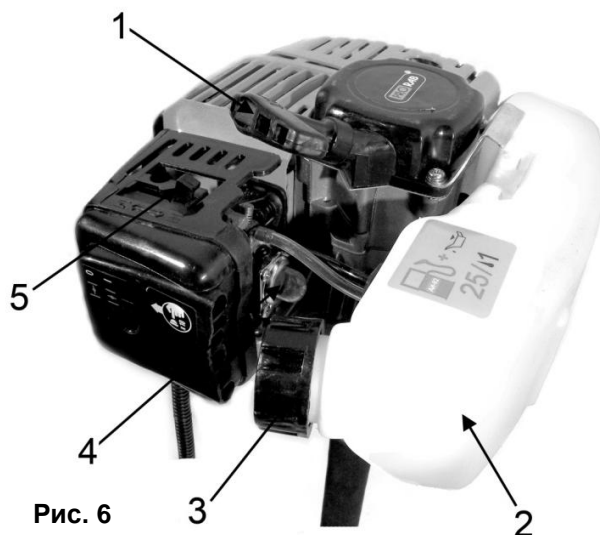

Рис. 6
- Открутите топливную крышку (3)(См. Рис.6). Аккуратно залейте в топливный бак заготовленную смесь
- Пять - семь раз нажмите на резиновый колпачок ручной подкачки топлива (4)(См. Рис.6). При этом сквозь резиновый колпачок ручной подкачки топлива должна просматриваться подкачиваемая топливная смесь. Если топливная смесь не заполнила резиновый колпачок, нажать на него еще несколько раз.
1. Возьмите пусковую рукоятку стартера (1)(См. Рис.6). Крепко удерживая ее в руках, плавно потяните шнур стартера, пока барабан стартера не войдет в зацепление с собачками храпового механизма. Только после этого сделайте плавный резкий, но не длинный рывок. При этом шнур вытягивается примерно на 2/3 длины.
7. После запуска двигателя, откройте воздушную заслонку (5)(См. Рис.6).